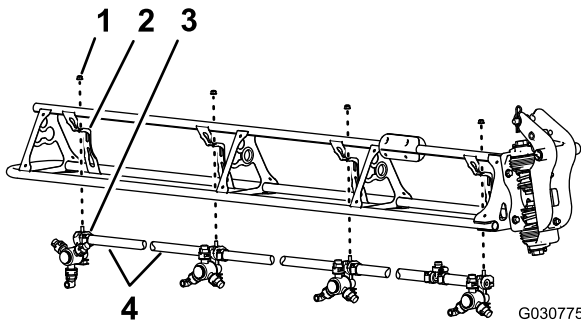

Figura 120
1. Corte la manguera entre 2 boquillas de fumigación (Figura 120).
2. Retire la contratuerca con arandela prensada (5/16") que sujeta la boquilla de fumigación al soporte de la boquilla (Figura 120).